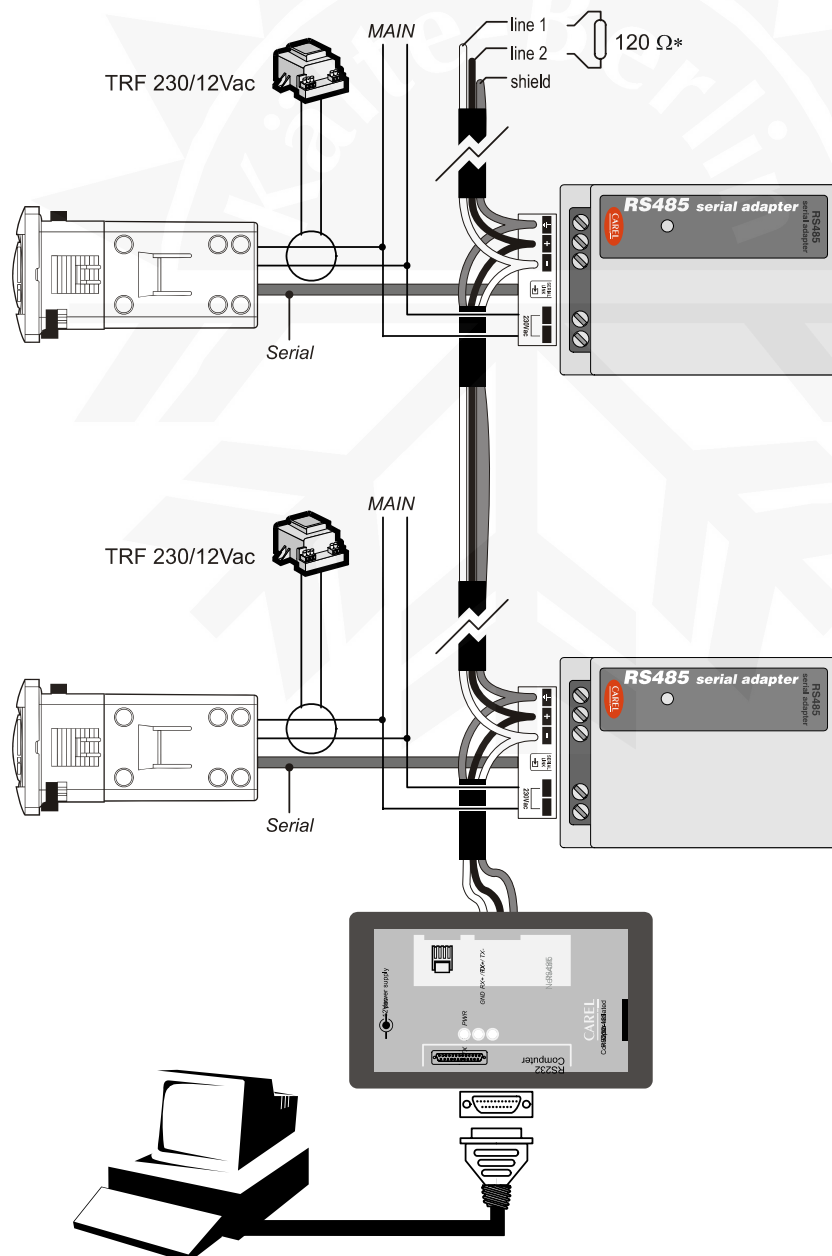

Abb. 8.2.1
- Netzversorgungsanschlüsse 230 Vac an die Klemmen 1 und 2 der Abb. 8.2.1 mit **230 Vac** auf dem Modul angegeben);
- Serieller Anschluss RS485 auf den Klemmen 3, 4, 5, siehe Abb. 8.2.1 (mit **−**, **+** und **≡** auf dem Modul angegeben).